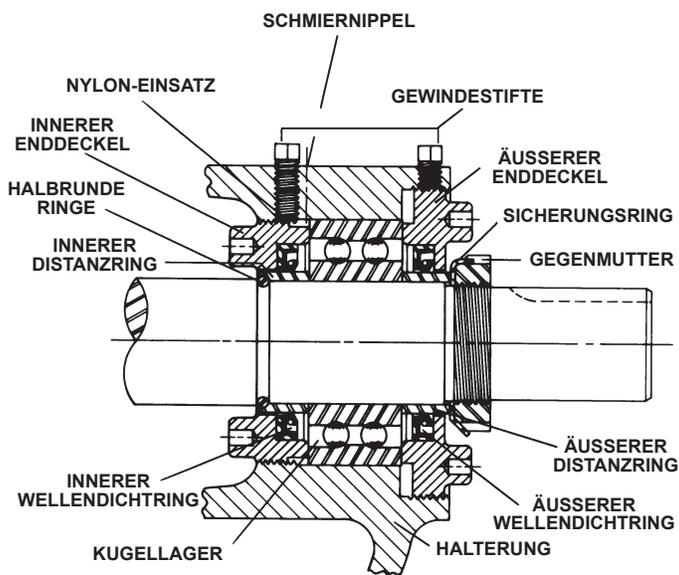

ABBILDUNG 7
5. Die Welle um ca. 13 mm nach vorne klopfen und das Paar halbrunder Ringe unter dem inneren Distanzring entfernen. Pumpen der Größe Q, QS und M verfügen über keine halbrunden Ringe. **Siehe Abbildung 7.**
9. Die vier Gewindestifte über dem inneren und äußeren Enddeckel lockern. Beide Enddeckel, Distanzringe und Kugellager ausbauen. **Siehe Abbildung 7.** Der innere Enddeckel kann durch die seitliche Öffnungen der Halterung ausgebaut werden.
Ein Paar halbrunder Ringe auf der Welle anbringen und den inneren Lager-Distanzring über die halbrunden Ringe schieben, um sie zu fixieren. Pumpen der Größe Q, QS und M verfügen über keine halbrunden Ringe. **Siehe Abbildung 7 auf Seite 8.**
9. Den Wellendichtring (mit der Dichtlippe zum Wellenende weisend) in den inneren Enddeckel und den Enddeckel durch das Wellenende der Halterung einsetzen. Den Enddeckel in Blickrichtung Wellenende nach rechts drehen, bis die Gewindegänge eingreifen. Die Hakenschlüssellöcher im Enddeckel müssen in Richtung Rotor zeigen. Den Enddeckel mit dem Hakenschlüssel drehen, bis dieser geringfügig aus der Öffnung an der Seite der Halterung vorsteht. Der Enddeckel darf nicht so weit gedreht werden, dass der Wellendichtring vom Ende des Distanzrings auf der Welle fällt, da sich der Enddeckel in diesem Fall von den Gewindegängen löst. **Siehe Abbildung 7 auf Seite 8.**
11. Den Wellendichtring (mit der Dichtlippe zum Wellenende weisend) in den äußeren Enddeckel und den Enddeckel in die Halterung einsetzen. Den Enddeckel in die Halterung drehen, bis er dicht am Lager anliegt. **Siehe Abbildung 7 auf Seite 8.**